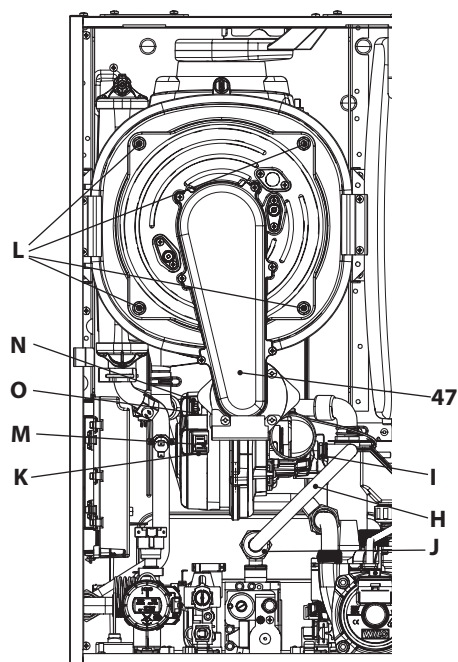

Figura 9.13
Extracción de grupo quemador-ventilador (48 en la Figura 9.13).
- Introduzca un destornillador plano en el entrante K del conector M y haga palanca hacia abajo. Al mismo tiempo desconecte el conector M tirando de él de frente (Figura 9.13).
- Desconecte el conector del ventilador N presionando el gancho de plástico O situado debajo del conector (Figura 9.13).
- Desenrosque las tuercas L y extraiga el grupo quemador-ventilador 47 (Figura 9.13)